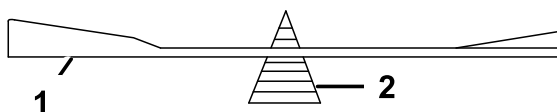

Figura 70
2. Verificați echilibrul lamei așezând-o pe dispozitivul de echilibrare a lamei (Figura 70).